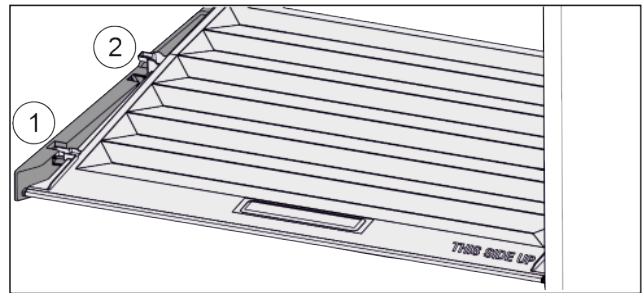

Fig. 41
- Deckel bis zur Öffnung in den Halteteilen nach vorne ziehen Fig. 41 (1).
- Hinten von unten anheben und nach oben wegnehmen Fig. 41 (2).